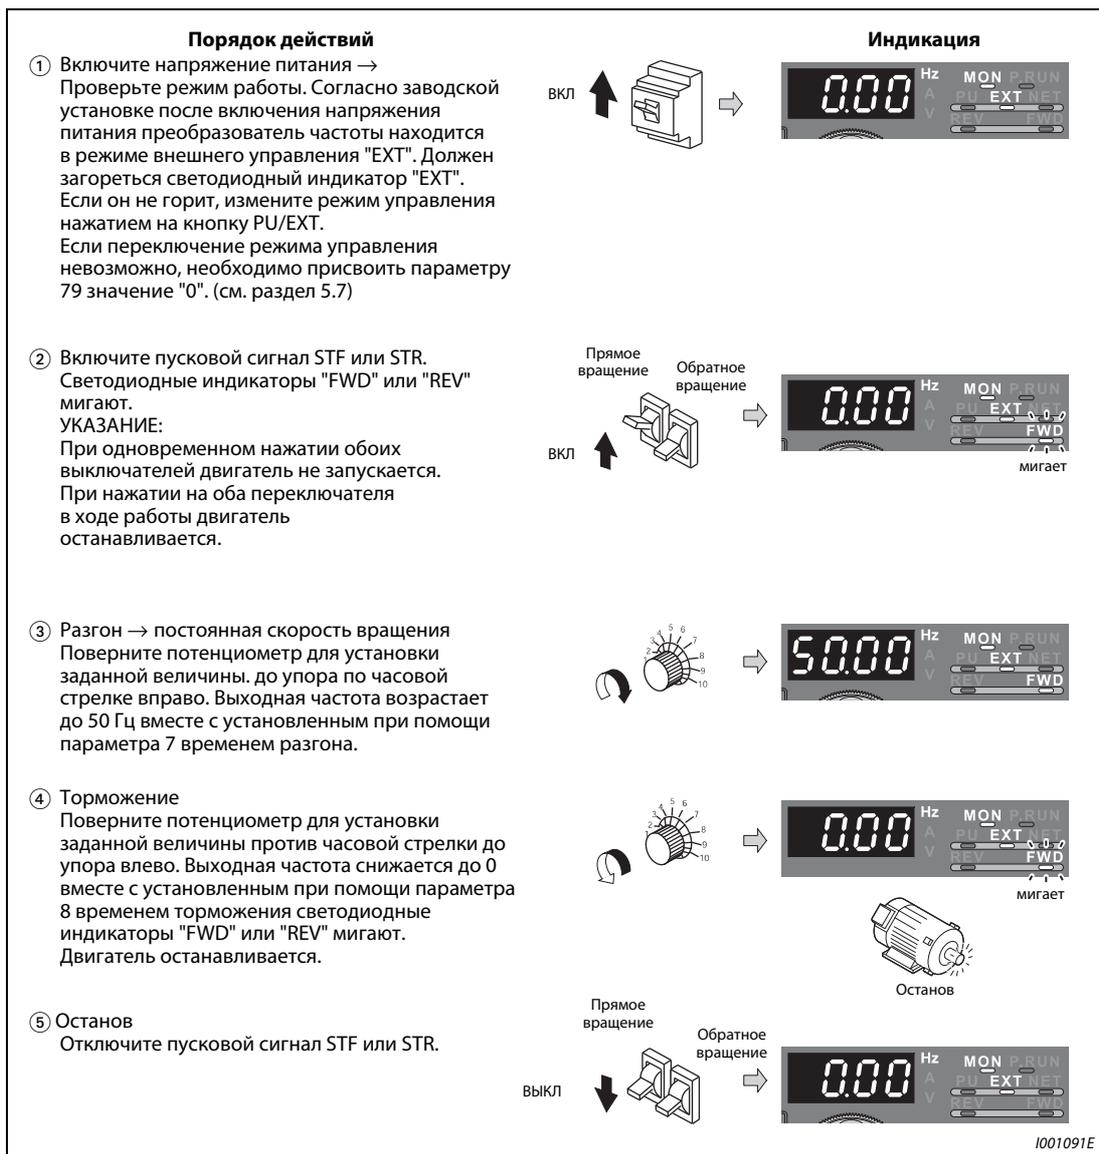

Рис. 4-27: Работа преобразователя частоты при аналоговой установке заданной величины напряжения
① Вращайте диск цифрового набора до появления величины "P.125" (параметр 125) на индикаторе.
② Нажмите на кнопку SET, чтобы вывести на экран текущее значение. Появится заводская установка "50.00" (50,00 Гц).
③ Вращайте диск цифрового набора до появления надписи "40,00". (40,00 Гц).
④ Нажмите на кнопку SET, чтобы сохранить данную величину.
⑤ Дважды нажмите на кнопку MODE, чтобы вывести на индикатор выходную частоту.
⑥ Включите пусковой сигнал STF или STR и поверните потенциометр по часовой стрелке до упора (см. рис. 4-27, шаг ② до ⑤).